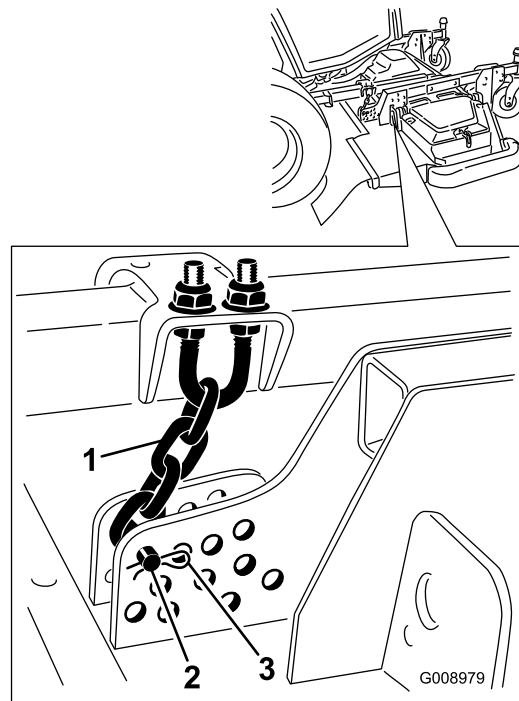

Figura 24
2. Espaciadores (4)
- Retire el pasador de horquilla y el pasador que fijan las cadenas de ajuste de la altura de corte a la parte trasera de la unidad de corte (Figura 24).